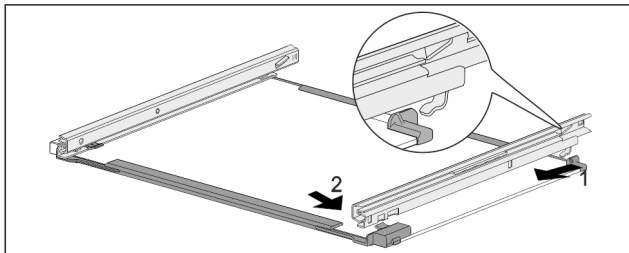

Fig. 71 Tablette en verre avec rails
- Accrocher le rail à l'arrière. Fig. 71 (1)
- Accrocher le rail à l'avant. Fig. 71 (2)